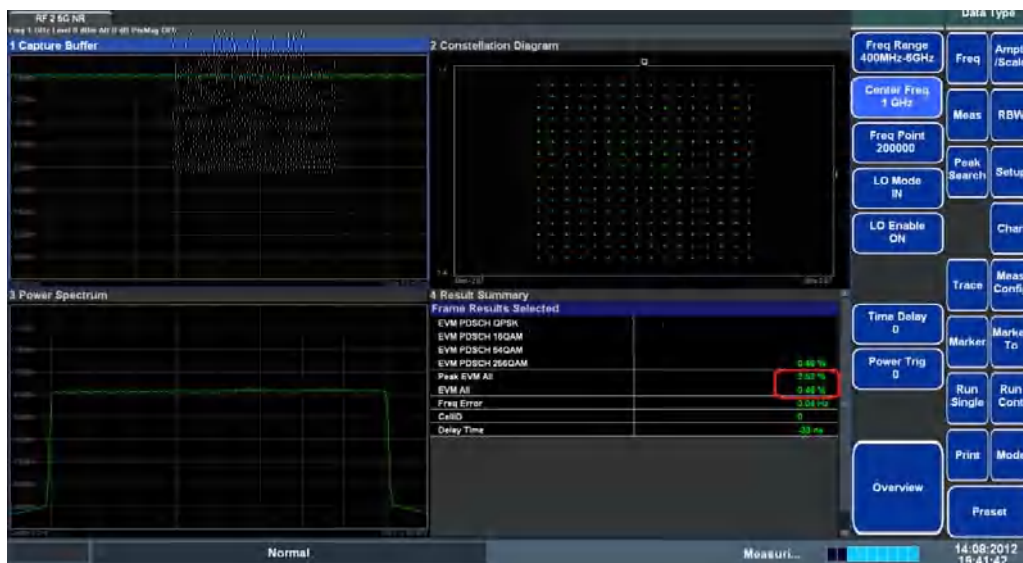

图 4.4 EVM 测试结果
- 测试 EVM Average、EVM Peak 的结果如图 4.4 所示。